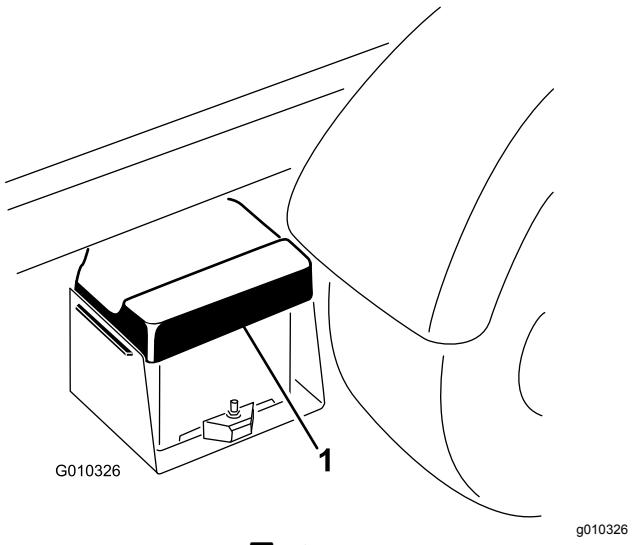

図 50
1. バッテリーカバーをたわめて、タブをバッテリーベースから外し、カバーをバッテリーから取り外す図 50。